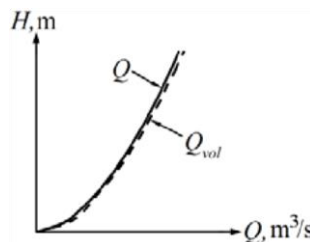

Figura 4. Gráfica Q-H para un orificio
h) Dibujar en un plano las curvas de gasto $Q_{vol} - H$ y $Q_o - H$ (figura 4).